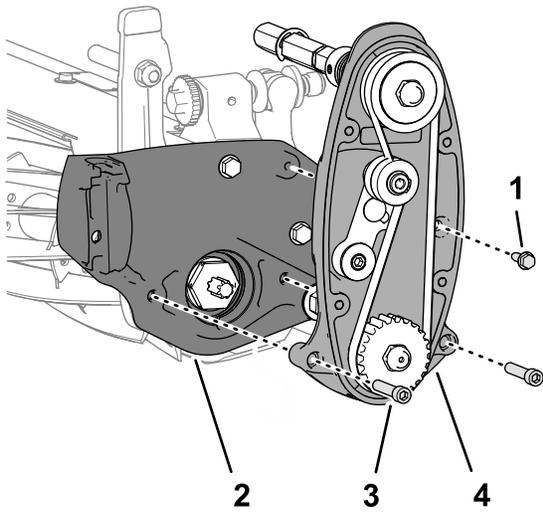

图 7
2. 拆下用于将滚刀驱动总成固定到滚刀组侧板的凸缘头螺丝 $\frac{1}{4} \times \frac{3}{4}$ 英寸 图 7。
3. 从 2 个锁紧螺母由侧板固定上拆下用于将滚刀驱动总成固定到滚刀组侧板上的 2 个六角头螺丝 $\frac{5}{16} \times 1\frac{1}{2}$ 英寸然后拆下滚刀驱动总成图 7。